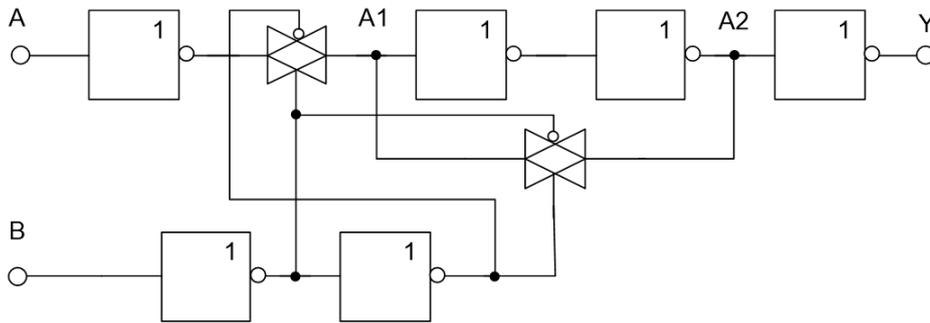

Abbildung 10
a) In Abbildung 10 ist das Ersatzschaltbild der Schaltung aus logischen Elementen.